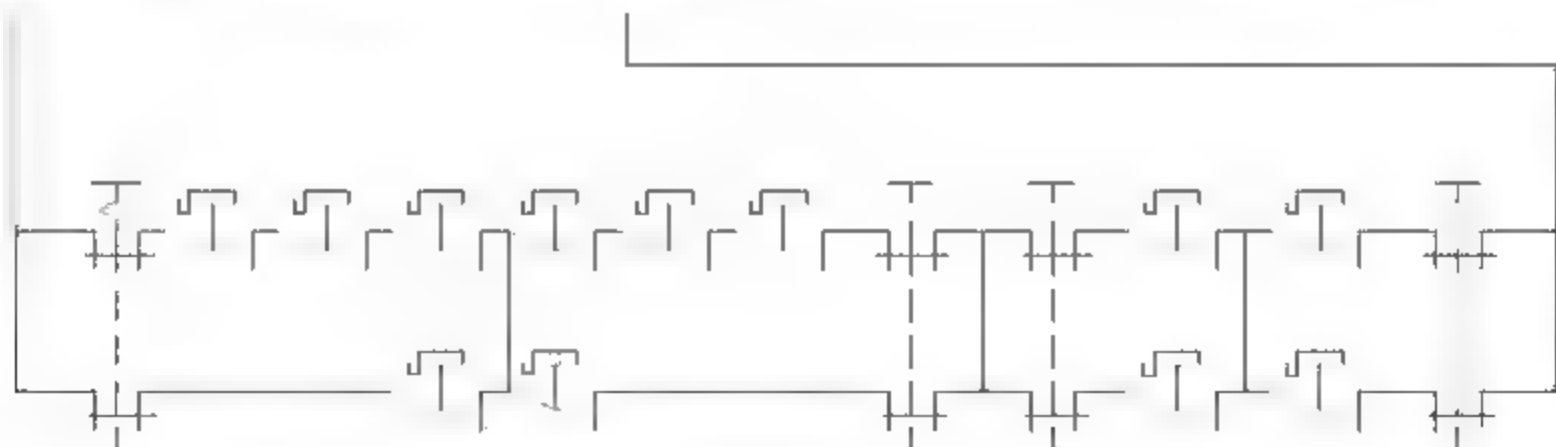

图11-34 绘制虚线
**13** 调用L【直线】命令，绘制线段连接开关图形，并将线段的样式设置为虚线，结果如图11-34所示。